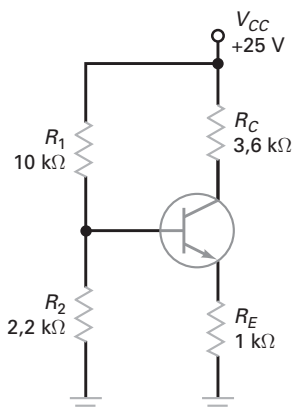

Figura 7-32
- 7-15** **MultiSim** Qual é a tensão no emissor da Figura 7-32? E a tensão no coletor?
- 7-21** Determine o ponto Q na Figura 7-32.